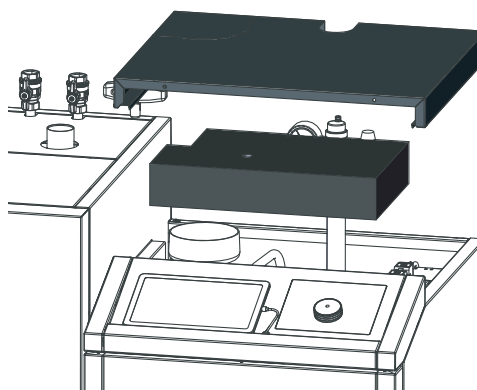

Fig. 72 Abdeckung oben und Isolierung entfernen
- ▶ Abdeckung oben und Isolierung uber Deckel-Nachheizflachen entfernen – Fig. 72.